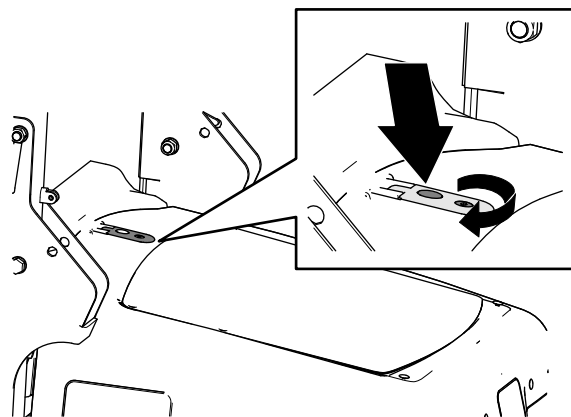
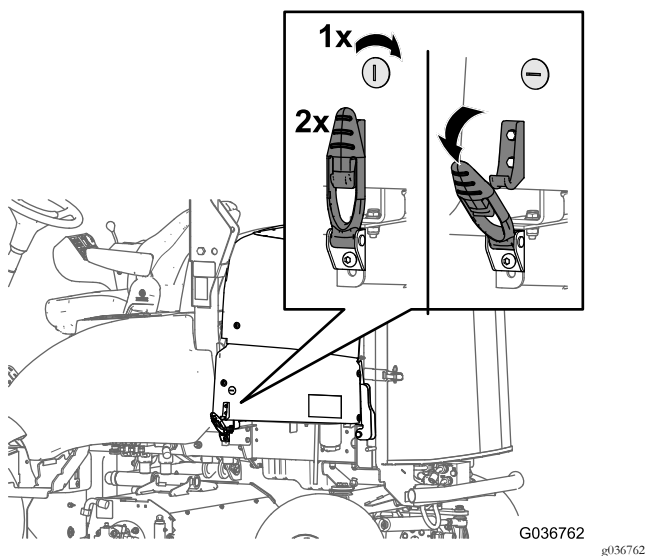

Figura 1
Figura 2
1. Inserte la llave del capó en la cerradura del mismo y gire la cerradura 90° en sentido antihorario (Figura 1 o Figura 2).
- **En máquinas con cierre del capó montado en la parte superior:** pulse el botón del cierre del capó (Figura 1).
- **En máquinas con cierres del capó montados en el lateral:** retire los 2 cierres del capó de los enganches (Figura 2).